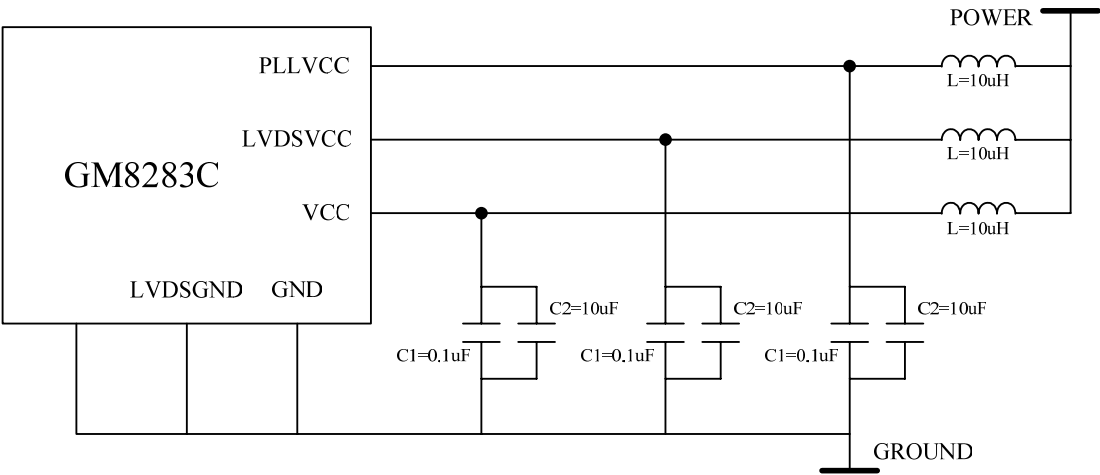

图 6 电源系统典型连接方式
3) VCC/GND、LVDSVCC/LVDSGND 与 PLLVCC/PLLGND 三组电源间应采用磁珠隔离；所有电源均应根据实际情况加滤波电容，连接方式可参考下图 6 所示。